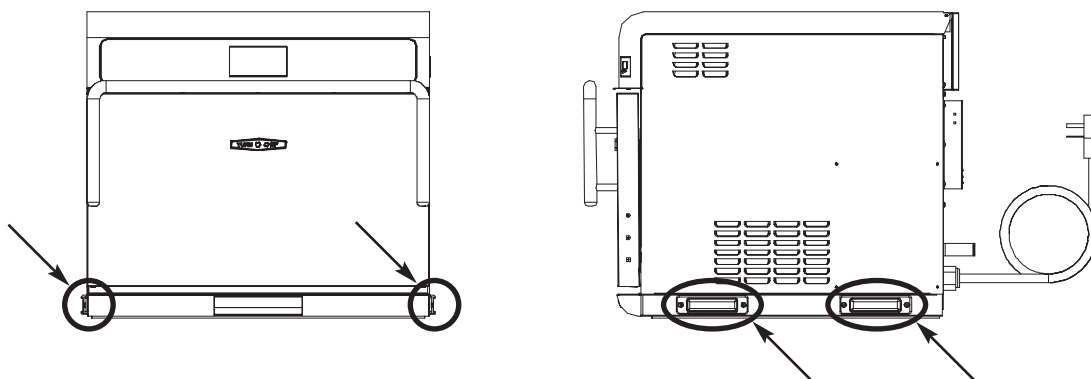

Figura 2: Ubicaciones de los agarres
2. Ponga las manos en los agarres (vea la Figura 2) y levante.